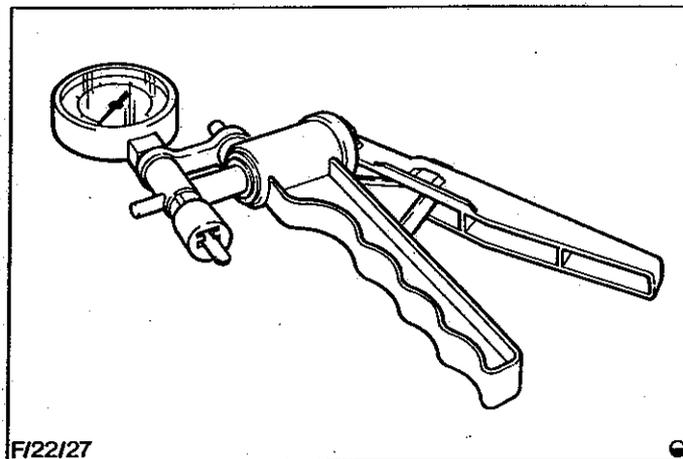

Abb.72 Vakuumpumpe
B) Ein wahlweises Verfahren zur Prüfung der Verstelleigenschaften ist die Verwendung einer Vakuumpumpe, Abb.72.